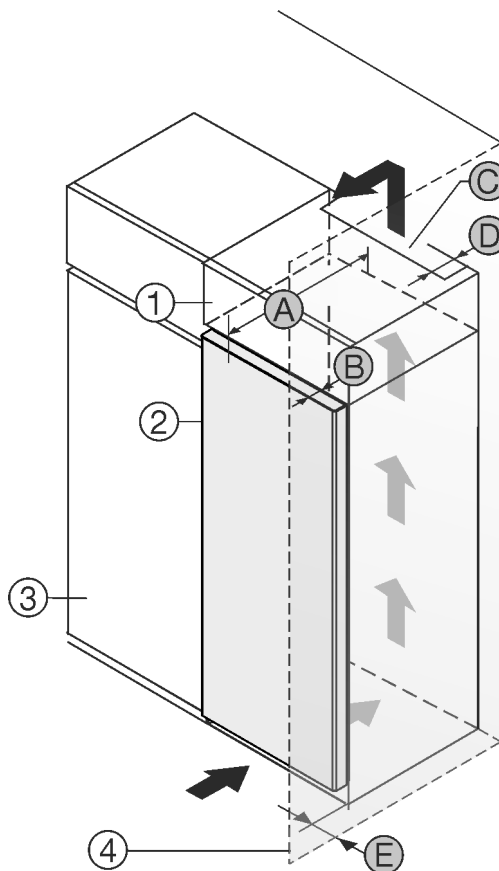

Fig. 1
Puteți amplasa aparatul direct lângă dulapul de bucătărie Fig. 1 (3).\*
În partea din spate a dulapului suspendat trebuie să existe o fantă de aerisire cu grosimea Fig. 1 (D) pe toată lățimea dulapului suspendat.\*
Sub tavanul încăperii trebuie să fie respectată secțiunea de ventilație Fig. 1 (C).\*
Atunci când montați aparatul cu balamalele lângă un perete Fig. 1 (4), distanța dintre aparat și perete trebuie să fie de minim 13 mm.\*
Astfel încât să puteți deschide complet ușa, aparatul trebuie să fie proeminent cu cel puțin adâncimea ușii Fig. 1 (B) față de suprafața frontală a dulapului de bucătărie. În funcție de adâncimea dulapurilor de bucătărie Fig. 1 (3) și utilizarea distanțierelor de perete, aparatul poate ieși mai mult în afară.\*